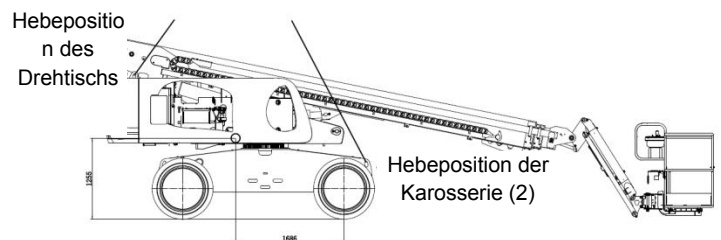

Bild 10-5 Schematische Darstellung des Anschlusses beim Anheben der Maschine
- 4) Fixieren Sie den Drehtisch mit der Drehtischverriegelung. Bestimmen Sie den Schwerpunkt der Maschine anhand der Daten in Abbildung 10-5.